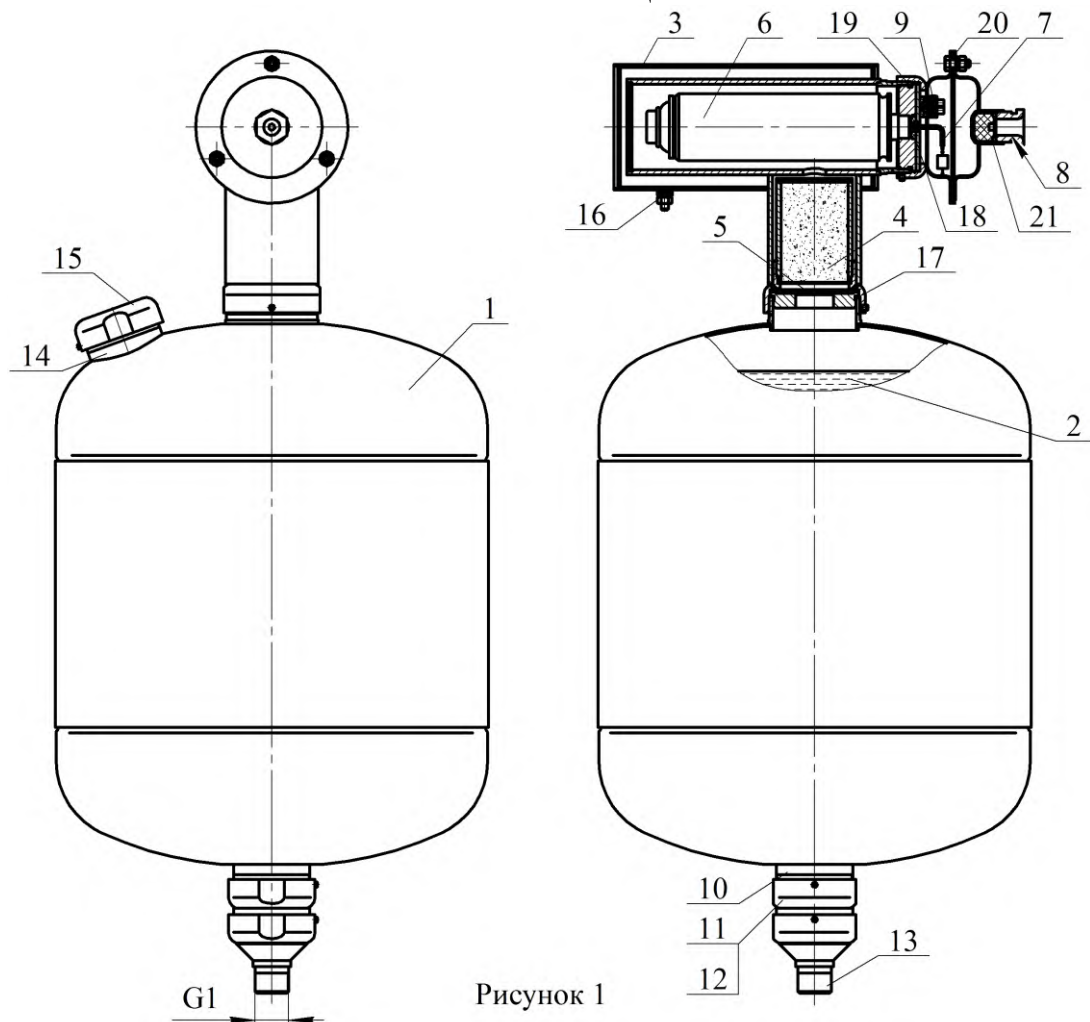

Рисунок 1
4.1.1 МУПТВ (см. рисунок 1) состоит из корпуса 1, запропанного ОТВ 2, газогенерирующего устройства 3 и мембранного рабочего узла, смонтированного в нижней части модуля. Канал со встроенным фильтрующим элементом 4 для очистки газа, соединяющий газогенерирующее устройство 3 с внутренней полостью корпуса 1, загерметизирован эластичной прокладкой 5. В корпусе газогенерирующего устройства установлен ИХГ 6 с элементом электропусковым 7. Газогенерирующее устройство снабжено вводной коробкой с герметичным кабельным вводом 8. Монтажный кабель через кабельный ввод 8 входит во вводную коробку и через зажим контактный винтовой 9 соединяется с проводами элемента электропускового 7. В мембранном узле сопловое отверстие 10, предназначенное для выхода ОТВ, перекрыто срезной мембраной 11, которая поджата гайкой 12. С гайкой 12 через фильтрующий элемент соединен штуцер 13 с наружной резьбой G1, предназначенный для соединений МУПТВ с трубной разводкой или переходником для направленной подачи ОТВ. В верхней части корпуса расположены горловина 14 для заливки ОТВ и предохранительный клапан 15. МУПТВ имеет заземляющий зажим 16.
6.5.1 Залить в отверстие верхней горловины **14** (см. рисунок 1) воду (питьевую либо дистиллированную) (температура воды должна быть плюс ($15...25$) $^{\circ}\text{C}$) объемом $26,2^{+0,05}$ дм³. Открыть упаковки с жидкими добавками к воде и залить их в отверстие верхней горловины **14**.
6.6.3 Полученный раствор ОТВ залить в отверстие верхней горловины 14 (см. рисунок 1). Для окончательного приготовления ОТВ открыть упаковки с жидкими добавками к воде и залить их в отверстие верхней горловины 14.
6.8 Соединить штуцер 13 (см. рисунок 1) с трубной разводкой.